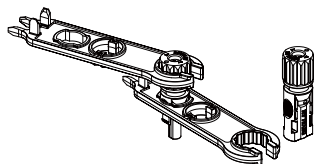

Bild 3.5 Stecker mit aufgeschraubter Überwurfmutter
c) Den Kontaktstift in den oberen Teil des Steckers einsetzen und die Überwurfmutter auf den oberen Teil des Steckers aufschrauben (siehe Bild 3.5).